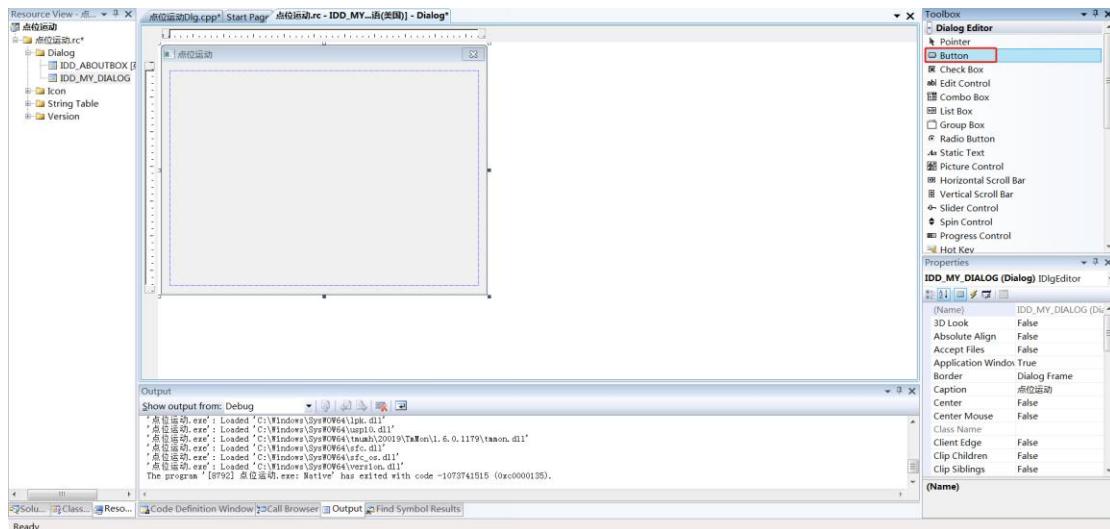

图 27
9、下一步开始编程，先将对话框上多余的控件删除，在右侧工具箱中选中 button 控件，然后添加到点位运动窗体中，如图 27